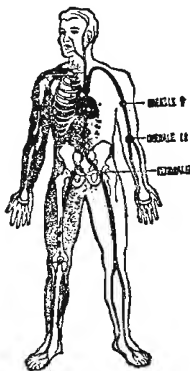

Figura 1 - Principali arterie e punti di pressione.
- **per l'arto inferiore**: l'arteria femorale un po' al di sotto della piegatura della coscia (figura 1).